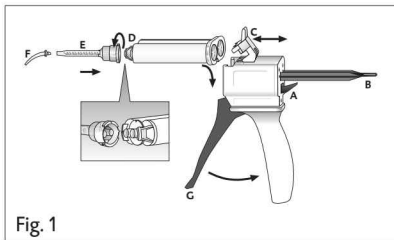

Fig. 1
1. Den Hebel [Fig. 1, Pos. A] an der Rückseite des Automix-Dispensers nach oben drücken und den Schieber [Fig. 1, Pos. B] vollständig zurückziehen.
2. Kunststoffriegel [Fig. 1, Pos. C] nach oben klappen, die Kartusche einsetzen und mit dem Kunststoffriegel [Fig. 1, Pos. C] arretieren.
1. Kartuschenkappe [Fig. 1, Pos. D] oder benutzte Mischkanüle nach Drehung um 90° gegen den Uhrzeigersinn abziehen und werfen.
2. Neue Mischkanüle [Fig. 1, Pos. E] aufsetzen.
4. Intraoral-Tip [Fig. 1, Pos. F] aufsetzen.
- ▶ Das Material durch Betätigen des Hebels [Fig. 1, Pos. G] am Automix-Dispenser in der Mischkanüle mischen und direkt applizieren.
2. Kunststoffriegel [Fig. 1, Pos. C] nach oben klappen und die Kartusche entnehmen.